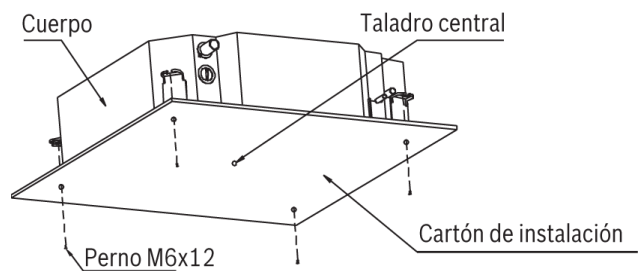

Fig. 1-6
- 2 Después de haber instalado el cuerpo, ajustar la plantilla de instalación en el equipo de aire acondicionado con tornillos (M6X12) para determinar desde un inicio el tamaño y la posición en el taladro de apertura en el techo. (véase fig. 1-6)